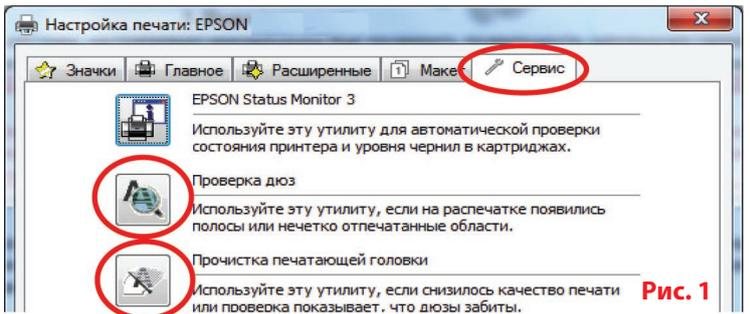

Рис. 1
1.2. Напечатайте тест проверки дюз для оценки работоспособности принтера. Для этого вызовите диалоговое окно настройки печати принтера: в Windows нажмите „Пуск“ > „Панель управления“ > „Принтеры и факсы“ > нажимаем правой кнопкой мыши на нужном принтере (МФУ) > в контекстном меню выбираем „Настройка печати“ > в открывшемся окне (Рис. 1) выбираем вкладку “Сервис” > нажимаем кнопку “Проверка дюз”.
Если тест дюз дал положительный результат переходите к установке СНПЧ. Результат отрицательный, выполните рекомендации по прочистке печатающей головки программными средствами принтера (Рис. 1) Вкладка “Сервис”, кнопка “Прочистка печатающей головки”), если это не дает положительного результата обратитесь в специализированный сервисный центр для ремонта принтера и промывки печатающей головки.